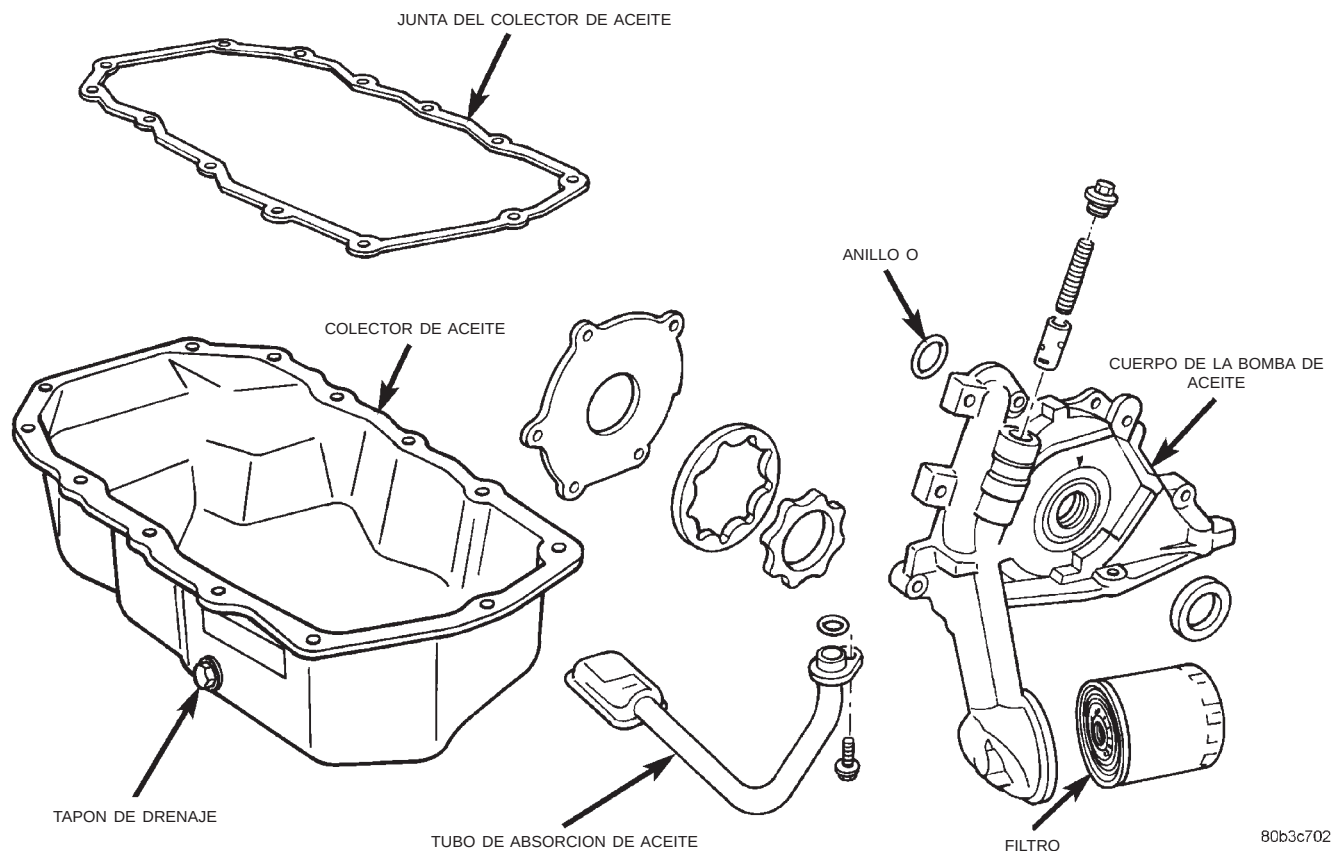

Fig. 86 Bomba y tubo de absorción de aceite
(5) Retire el tubo de absorción de aceite.
(6) Retire la bomba de aceite, (Fig. 86) y la junta delantera del cigüeñal.